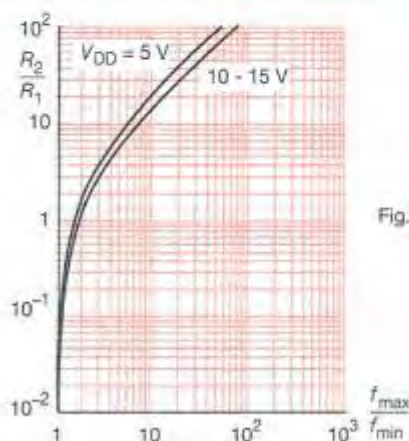
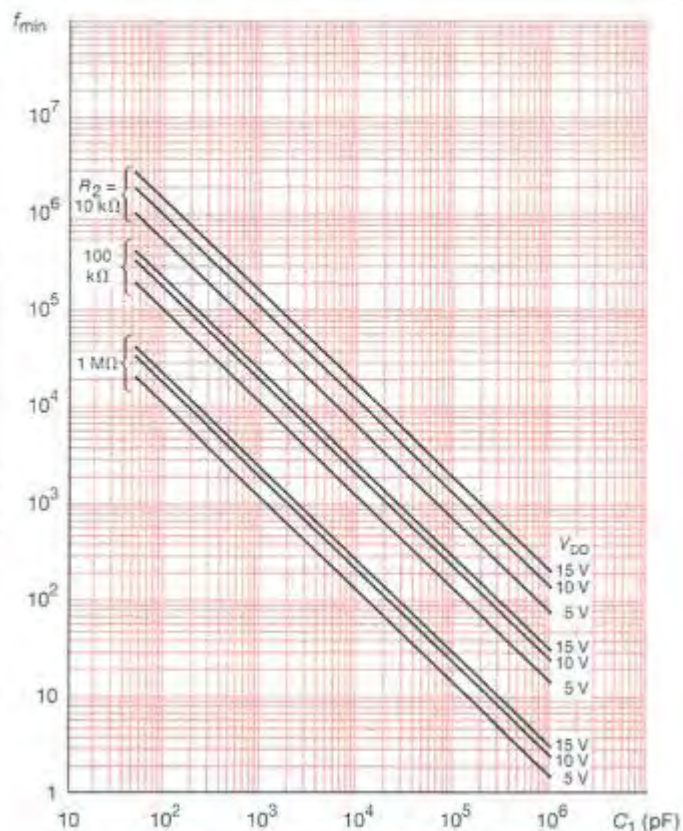

Fig. 1 : Rapport R_2/R_1 typique en fonction du rapport $f_{\max}/f_{\min}$.
Fig. 2 : Déviation de fréquence typique en fonction de la capacité C_1 ; $T_{\text{amb}} = 25^\circ\text{C}$; VCO_{IN} à V_{SS} ; INH à V_{SS} ; $R_1 = \infty$.
- a. Connaissant f_0 et f_1 , calculer $f_{\min}$, à l'aide de l'équation $f_{\min} = f_0 - f_L$; déterminer R_2 et C_1 à partir de $f_{\min}$ et des courbes de la fig. 2 ; calculer :
puis à partir de l'équation $\frac{f_{\max}}{f_{\min}}$ et des courbes de la fig. 1, calculer le rapport R_2/R_1 pour obtenir R_1 .
- b. Connaissant $f_{\min}$ et $f_{\max}$, déterminer R_2 et C_1 à partir de $f_{\min}$ et des courbes de la fig. 2 ; calculer $\frac{f_{\max}}{f_{\min}}$; puis, à l'aide de $\frac{f_{\max}}{f_{\min}}$ et des courbes de la fig. 1, déterminer R_1/R_2 pour obtenir R_1 .